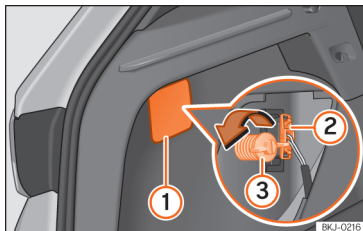
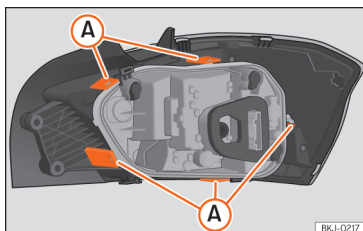

Fig. 163 Bagageira: acesso ao parafuso de fixação da unidade de luz traseira.
Fig. 164 Linguetas de fixação na parte posterior da unidade de luz traseira.
- Retire a tampa fazendo alavanca com o lado plano de uma chave de fendas no entalhe >>> Fig. 163 (1).
- Retire o conector da lâmpada (2).
- Desenrosque com a mão ou com a ajuda de uma chave de fendas o parafuso de fixação do farolim (3).
- Desmonte o porta-lâmpadas desbloqueando as linguetas de fixação >>> Fig. 164 (A).